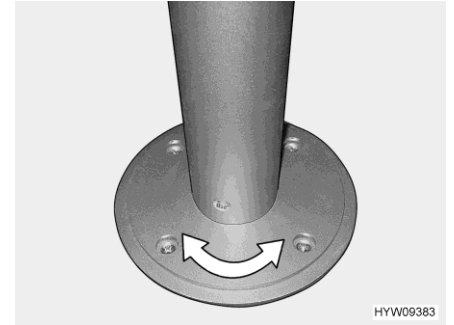

Bild 44 Pelar-bordsben (vridbart)
- Vrid bordsskivan till önskad position. Detta kräver en viss kraftansträngning eftersom bordsskivan vrids mot friktionsmotståndet på pelar-bordsbenet (Bild 44).